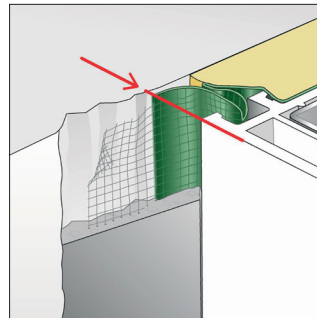

Bild 11: Einputzgitter in Mörtelbett eingelegt
- Einputzgitter in den weichen Putz einlegen. Die geschlossene Folie muss den Spalt zur Wand überbrücken. Nahtstelle, wie mit der roten Linie (Bild 11) dargestellt, platzieren.